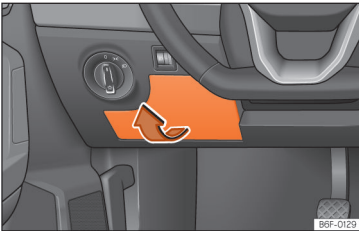

Abb. 159 Auf der Fahrerseite in der Instrumententafel: Abdeckung des Sicherungskastens.
- **Öffnen:** Die Abdeckung des Sicherungskastens in Pfeilrichtung abnehmen »» (Abb. 159).